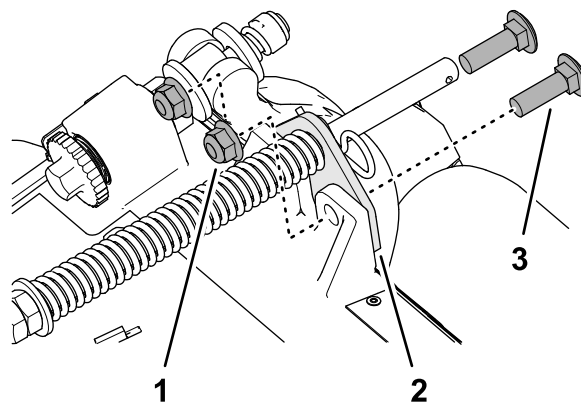

Рисунок 14
- Удалите 2 фланцевые контргайки ($\frac{3}{8}$ дюйма) и 2 каретных болта ($\frac{3}{8}$ x $1\frac{1}{4}$ дюйма), которые крепят кронштейн компенсатора состояния грунта к раме режущего блока (Рисунок 14).